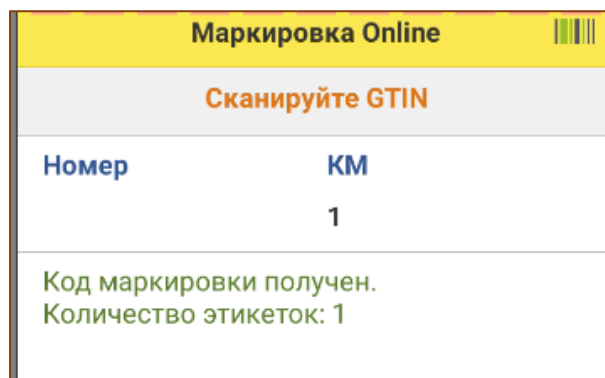

Рис. 6.5 - Процесс сканирования штрихкодов с товара
5. Отсканировать штрихкоды с товаров. В момент сканирования на терминале происходит распознавание и проверка штрихкода (Рис. 6.5).